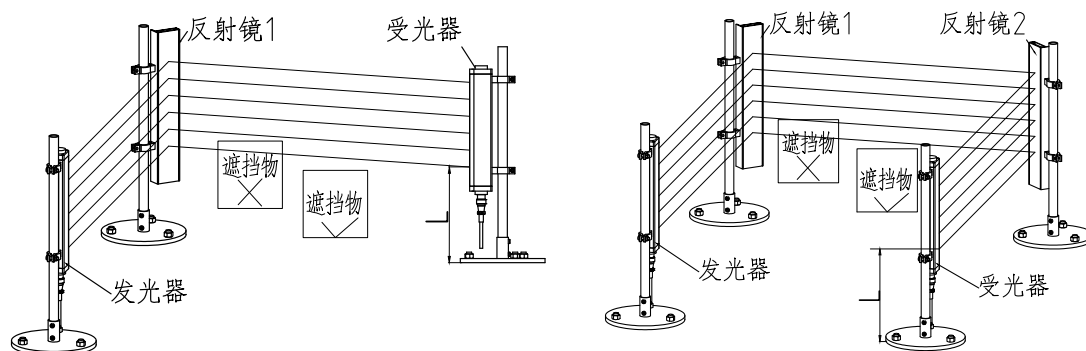

图3-12 SNQ光幕安装注意事项
- 1、确认光幕第一束光距离设备平台或地面高度L的尺寸，如果高度L超过300mm, 需要考虑增加其他防护（如图3-12）。